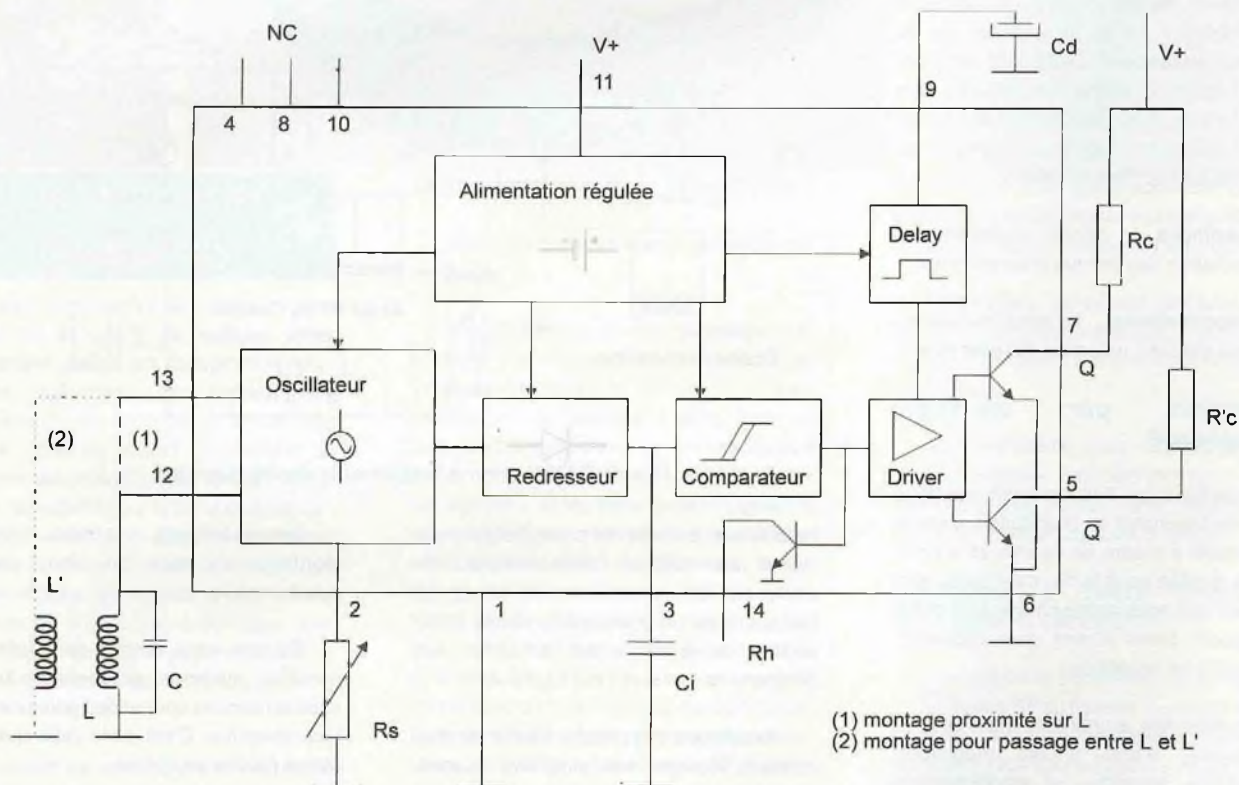

Figure 5 Structure interne du TCA205A et fonctionnement
La figure 5 vous donne la structure interne en synoptique.
Tout d'abord, on trouve un oscillateur, dont la fréquence dépend de la self (ou des selfs) et d'un condensateur, tous externes. On pourrait en effet placer une self en broche 12 et une autre en broche 13 pour une détection de passage entre celles-ci (option (2)). Mais c'est une application industrielle, non adaptée à notre projet. Aussi les broches 12 et 13 seront reliées ensemble, comme sur le schéma (fig 5), en option (1). Une résistance variable, R_s , en broche 2 permet d'ajuster a priori le taux d'amortissement, pour précéder en quelque sorte, les effets qui surviendront, et donc se rapprocher du seuil de sensibilité, à l'optimum de variation d'amplitude. Cette oscillation est redressée et intégrée pour
Suivons ensemble, sur la figure 5, le résultat des choix effectués et par voie de conséquence, le schéma d'application.